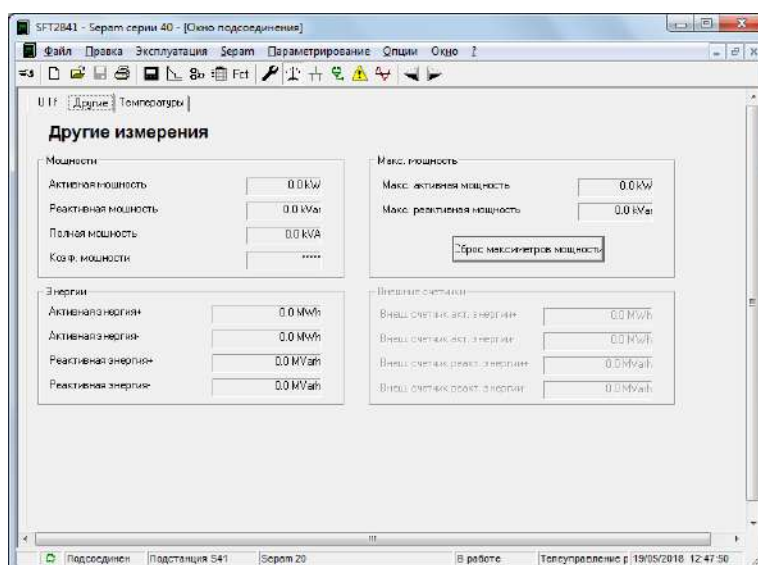

Рисунок 1.13 – Окно «Другие измерения»
18. «Другие измерения» (рис. 1.13) отображают расчетные параметры активной и реактивной мощностей, параметры энергетических потоков.